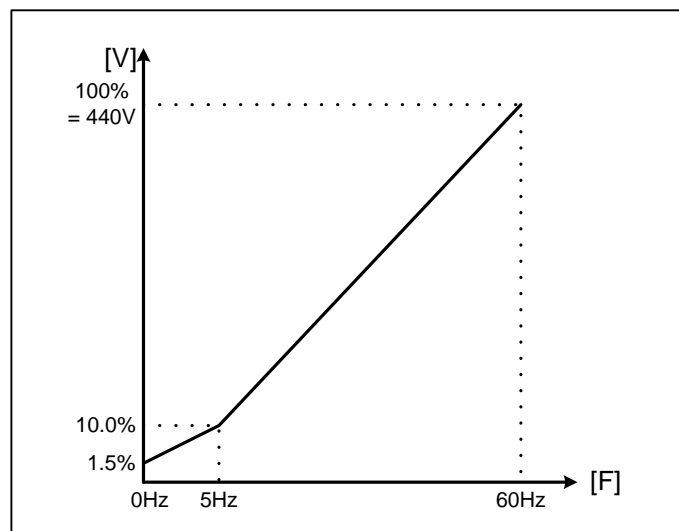

图 7.4-3 V/F 曲线用户设定示例
► 或任意调整输出电压(V)和频率(F)的比例时 (参考图7.4-3)